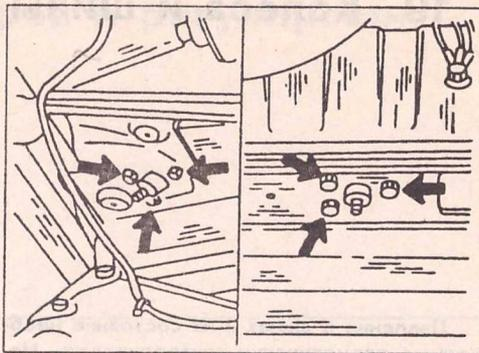

Рис. 292.
- Отвернуть гайку и снять шайбу со шпинделя и нажать на ось внутрь. Установка очистителей показана на рис. 292.